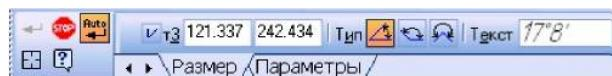

Рис. 2.11. Параметры углового размера
- Панель свойств при вводе угловых размеров содержит поля ввода и переключатели, позволяющие задавать положение характерных точек размера, управлять его ориентацией и содержанием размерной надписи (рис. 2.11).